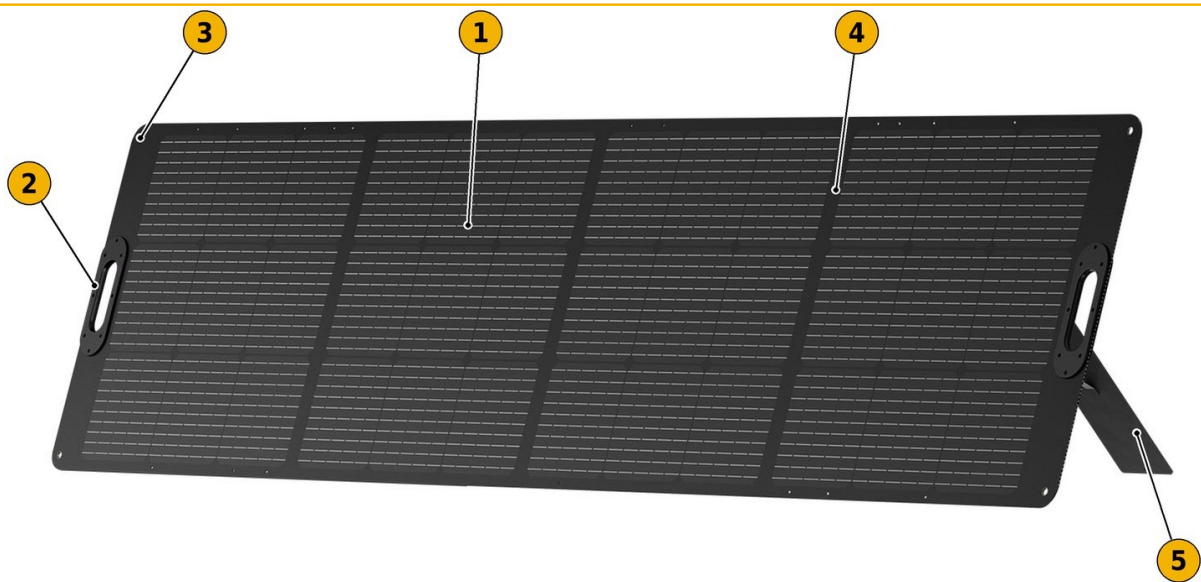

FIG. 1 — Cara activa del panel desplegado
- 3) Despliegue la pata de apoyo (FIG. 1, 5) y apoye el panel sobre ella con la cara activa orientada hacia el sol.
- 4) Cuando exista riesgo de viento, fije el panel por sus orificios (FIG. 1, 3).